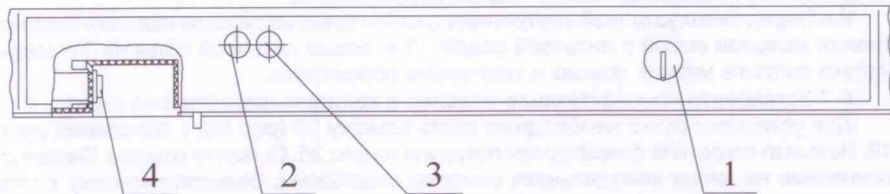

Рис.3. Схема расположения приборов управления и индикации
7.1. Включение и отключение холодильника производится штепсельной вилкой сетевого шнура (**не рекомендуется тянуть за сетевой шнур**). Загоревшаяся зеленая индикаторная лампа (рис.3) на панели свидетельствует о том, что холодильник включен в электросеть. Желтая индикаторная лампа горит при работе холодильника в режиме замораживания. Индикаторные лампы загораются в течение 10 секунд.
Для качественного замораживания продуктов, предназначенных для длительного хранения, их следует загружать в морозильную камеру порциями общий вес которых не превышает мощности замораживания, указанной в разделе 2. При загрузке продуктов, в количестве превышающем мощность замораживания, увеличивается время полного замораживания. Если Вы хотите сократить время замораживания продуктов, то можете использовать режим замораживания. Режим замораживания включается нажатием клавиши переключателя 4 (рис. 3) «от себя». При этом на панели загорается индикаторная лампа 3 (рис.3).
**Не позднее 24 часов после загрузки последней партии продуктов переведите холодильник в режим хранения, нажав клавишу переключателя «на себя», при этом индикаторная лампа 3 (рис.3) гаснет.**